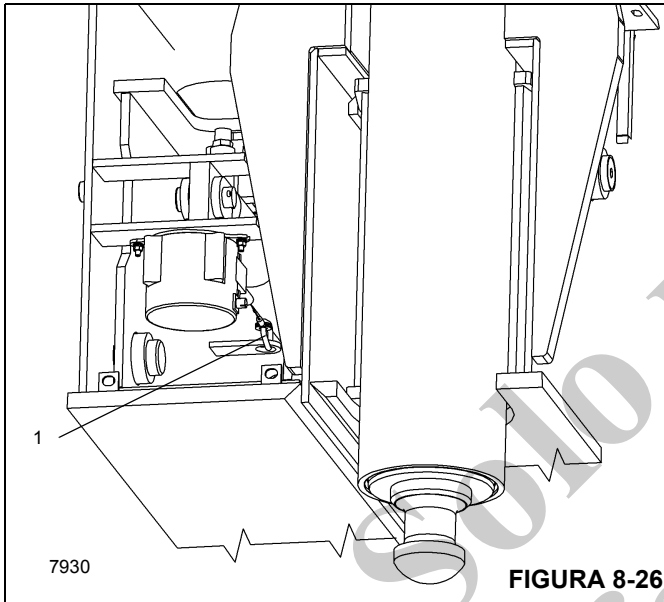

FIGURA 8-26
3. Retire el conector de potenciómetro del OMS (1) (Figura 8-26) del punto de conexión en la viga del estabilizador.
2. Instale el potenciómetro del OMS lo suficiente para engancharlo en el agujero alargado con la tornillería de montaje (Figura 8-26).